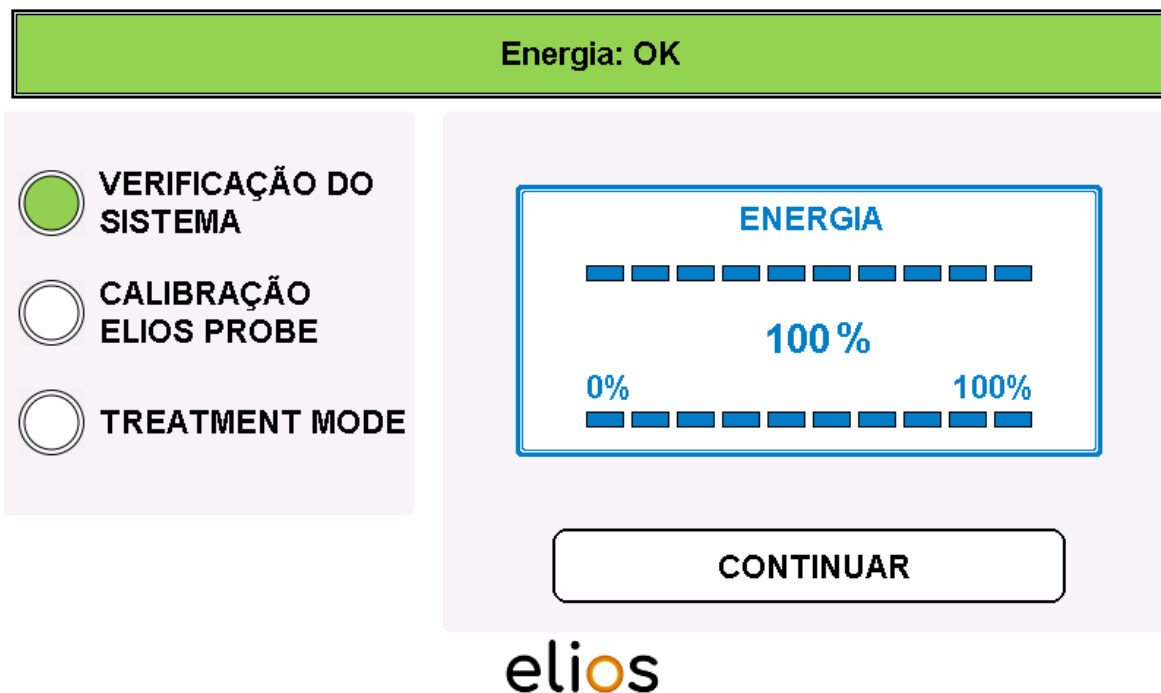

Fig. 4-3: Controlo de energia interno
- Assim que libertar o pedal, pressione o botão **"CONTINUAR"** para passar à CALIBRAÇÃO DA SONDA ELIOS (Fig. 4-3).